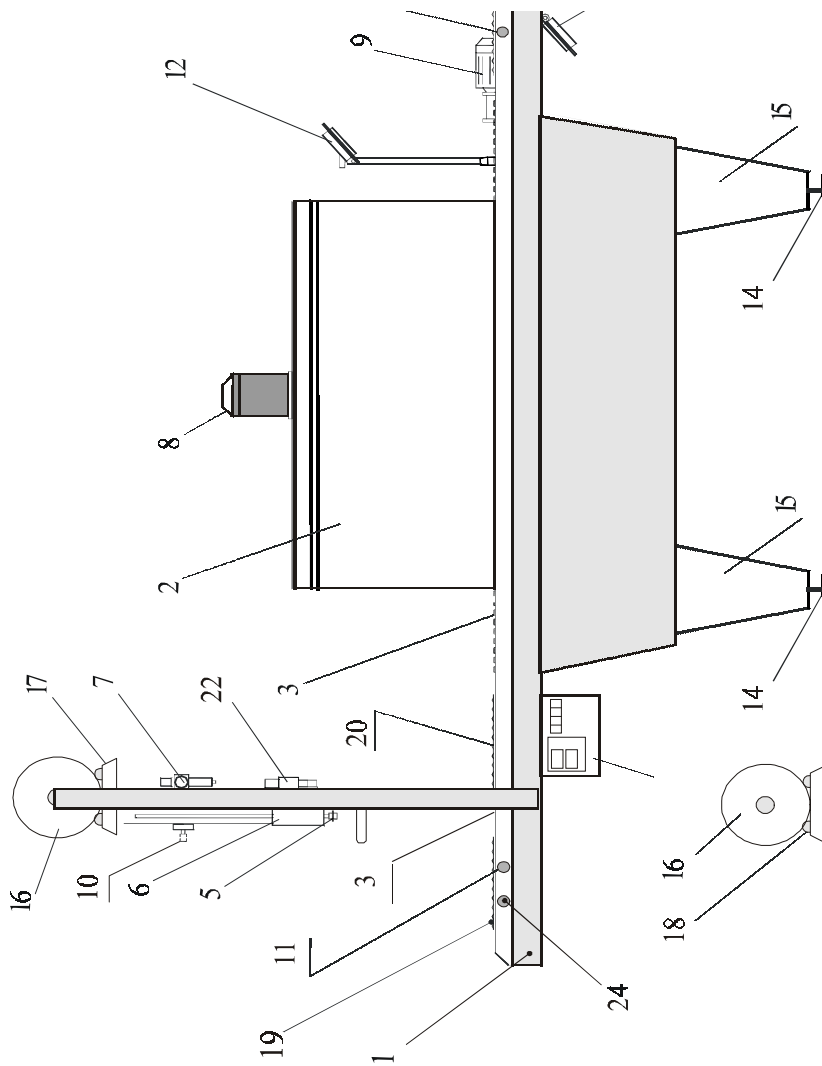

Рис. 1. Состав оборудования
Термоусадочный упаковочный аппарат ТПЦ—550 (рис. 1) представляет собой вариант аппарата серии 550 с пневмоприжимом ножа 5, управляемым пневматическим задатчиком времени сварки шва (см. прил. 2). Он состоит из сварного металлического корпуса 1, на котором смонтированы: прутковый конвейер 3 с натяжным устройством, термоусадочная камера 2, пневматический цилиндр 6, охлаждающие вентиляторы 12, 13 и блок управления 4.
8. Включить тумблер «2» и кнопку «Пуск» (п.24, рис.1) – должны включиться конвейер и охлаждающие вентиляторы 12, 13. Если конвейер движется в обратном направлении (к оператору), следует выключить тумблер «2», тумблер «сеть» и, обесточив аппарат, поменять порядок фаз в питающей сети (данная операция проводится однократно при первичном включении аппарата).
16. При необходимости можно установить прижимной цилиндр с губчатой подушкой – насадкой (изготавливается отдельно и на рис. 1 не показана) для фиксации упаковки во время работы термонюжа.
2. Продвинуть его над термонюжом на вспомогательные рольганги 20 так, чтобы был виден первый вал во избежание наезда прижима 5 на упаковку (см. прил.2, рис.1, 3).